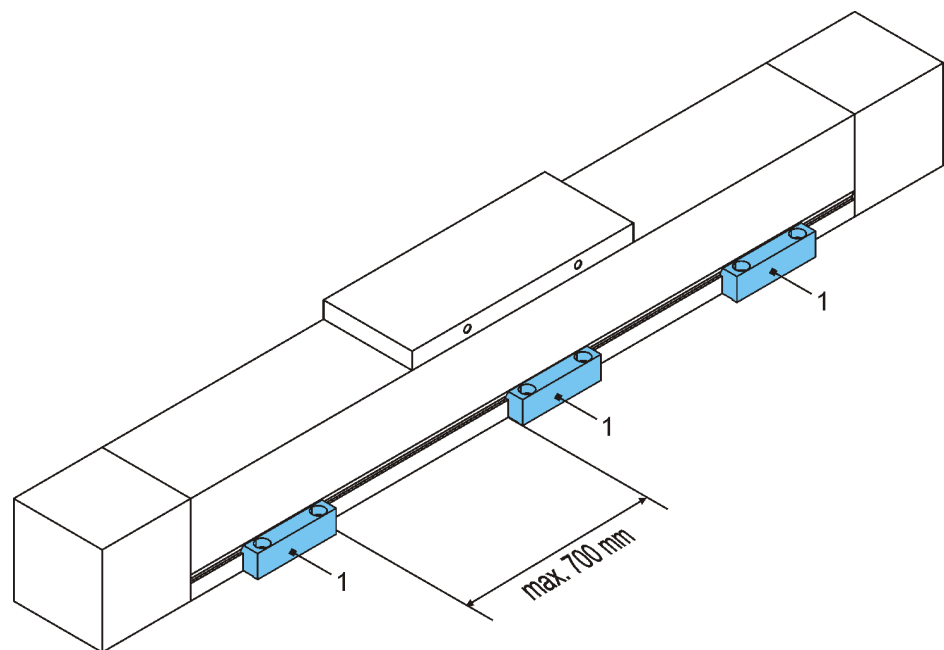

Bild 3: Befestigungsleisten(1)
1. Die Befestigungsleisten (1) lose an der Position befestigen (Bild 3).
3. Die Befestigungsleisten (1) festschrauben (Anziehdrehmomente siehe Kap. 3).